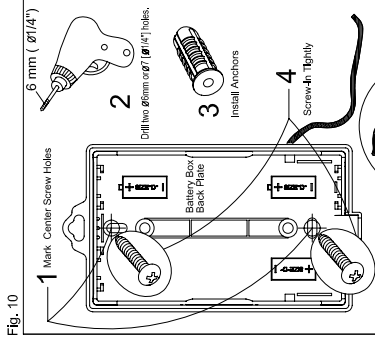

Fig. 10
- ### 6-2. Wall mount (Fig. 10).